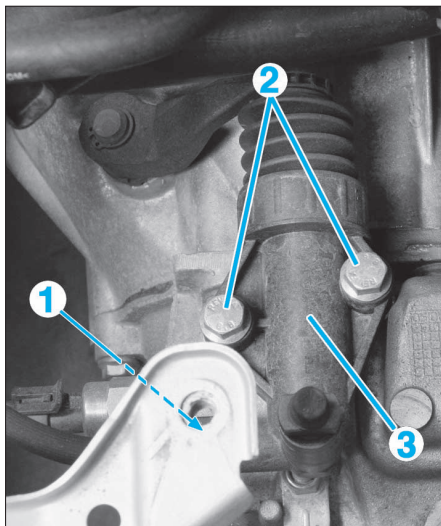

FIG. 4
- Retirer l'agrafe de verrouillage de la canalisation hydraulique (1) puis la débrancher (Fig.4).
- Déposer les deux vis de fixation (2) du cylindre récepteur (3).